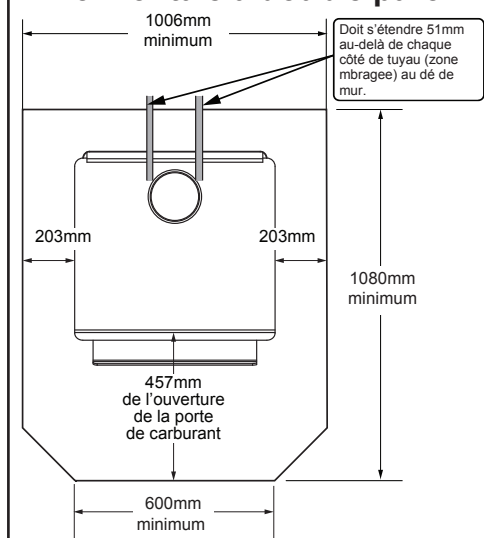

Figure 9.2
**Au Canada,** une protection de sol similaire doit être fournie à 457 mm (18 pouces) à l'avant et à 203 mm (8 pouces) des côtés et de l'arrière de l'appareil, à moins que le foyer ne soit contre le mur (**Figure 9.2**). Ensuite, le dégagement peut être réduit à l'aide d'un tuyau à double paroi et du tableau **Dégagement par rapport aux matériaux inflammables** indiqué à la page 10.
**\*EXCEPTION :** Les protections incombustibles pour le sol doivent s'étendre sous le conduit lorsque l'évacuation est horizontale et se prolonger de 51 mm (2 po) de chaque côté du conduit; **Voir figure 9.2.**